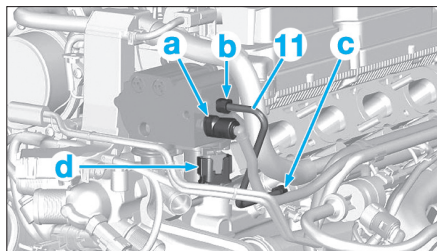

Fig. 37
- la cuve de filtre à air (8).
- Déclipper et soulever la goulotte et le faisceau d'alimentation (9).
- Déposer le répartiteur d'admission d'air (10) (voir opération concernée).
- Déclipper le raccord d'alimentation de carburant en "a" (Fig.37).